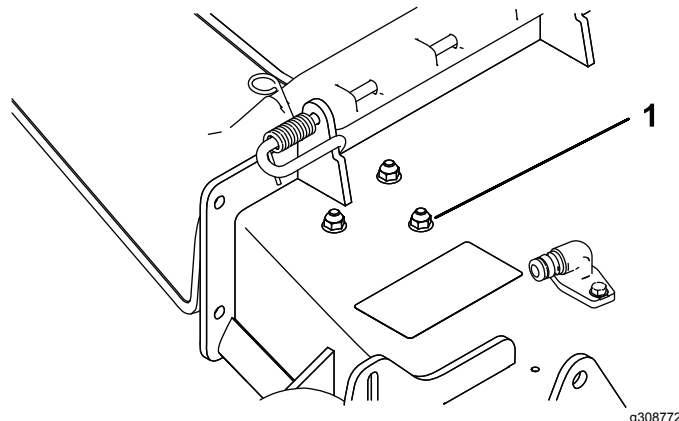

Figura 4
1. Rimuovete i dadi e i bulloni dalla posizione illustrata nella Figura 4.